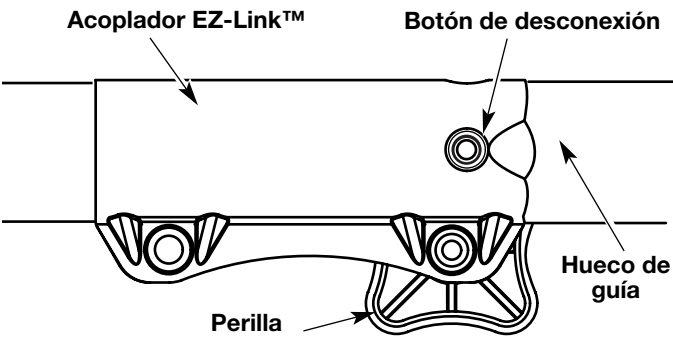

Fig. 22
ADVERTENCIA: Evite los arranques accidentales. Colóquese en posición de inicio cuando tire de la cuerda de arranque (Fig. 22). El operador y la unidad deben estar en una posición estable al arrancar la unidad para evitar graves lesiones personales. Compruebe que cualquier complemento usado se instale correctamente y que esté seguro, antes de poner en marcha la unidad.
1. Gire la perilla en sentido antihorario para aflojarla (Fig. 22).
2. Opima y sostenga el botón de desconexión (Fig. 22).
NOTA: La alineación del botón de desconexión con el hueco de guía facilitará la instalación (Fig. 22).